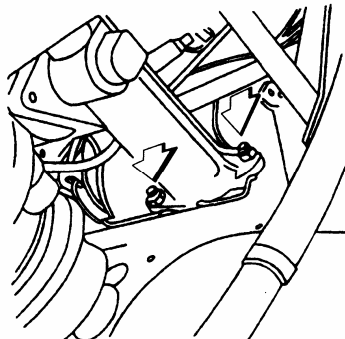

图 12-23 拆下左前轮罩处的转向器固定螺栓
- ④ 拆下左前轮罩处的转向器固定螺栓，如图 12-23 所示。